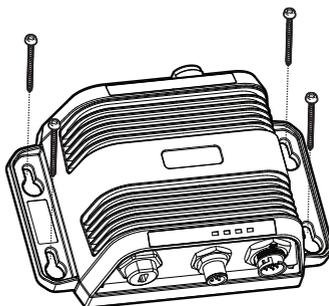

Figure 6 Montage du récepteur/transmetteur AIS
- Le produit est fourni avec quatre vis autotaraudeuses permettant de fixer le récepteur/transmetteur AIS sur une surface adéquate. Veuillez vous reporter à l'illustration de la figure 6.